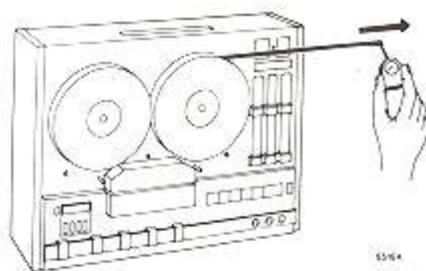

Fig. 12
- Die Bremskraft des linken und des rechten Spulenteilers muss ca. 600 gcm betragen. Diese Kraft ist mit Hilfe einer vollen Spule und einem Federdruckmessgerät gemäss Angabe in Abb. 12 messbar. Das Messgerät muss für die unterschiedlichen Spulendurchmesser folgende Werte angeben: